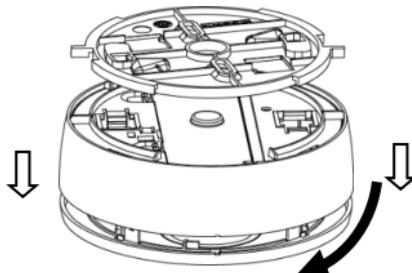

Figura 13
1. Retire el detector del soporte de montaje girándolo en sentido antihorario (véase la figura 13).